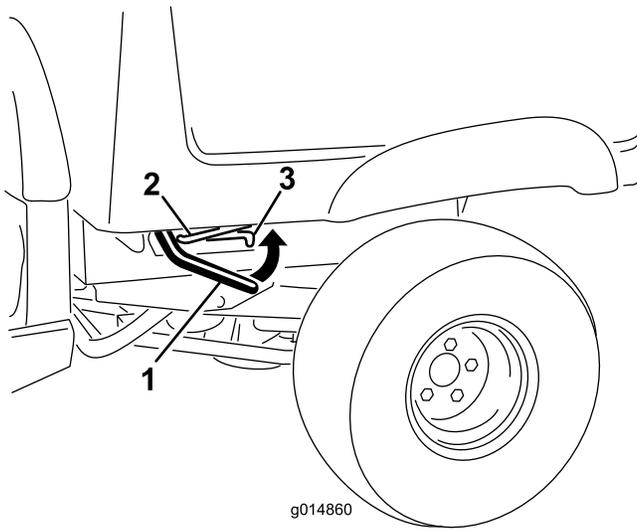

Bild 11
1. Heben Sie den Hebel an beiden Seiten in der Nähe der vorderen Kante der Staubox an und heben Sie die Staubox an (Bild 11).
2. Ziehen Sie die Stützstange in die hintere Arretierung am Ende des Schlitzes im linken Rahmen der Maschine, um die Staubox zu befestigen (Bild 11).
1. Heben Sie den Riegel an, um die Staubbox etwas anzuheben (Bild 11).
2. Schieben Sie die Stützstange aus der Auskerbung heraus (Bild 11).
3. Senken Sie die Staubbox ab, bis sie fest verriegelt ist (Bild 11).